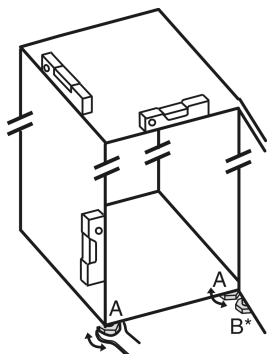

Fig. 24
- Seřizovací nožky Fig. 24 (A) vyšroubujte pomocí přiloženého vidlicového klíče a pomocí vodováhy, dokud nebude spotřebič pevně vyrovnaný.